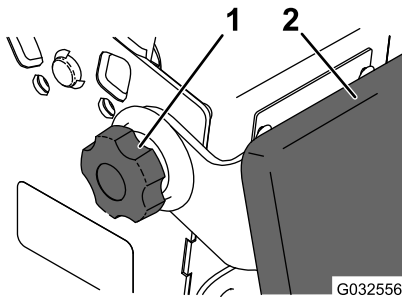

Figure 16
2. Desserrez les boutons rotatifs de chaque côté de la machine (Figure 16).